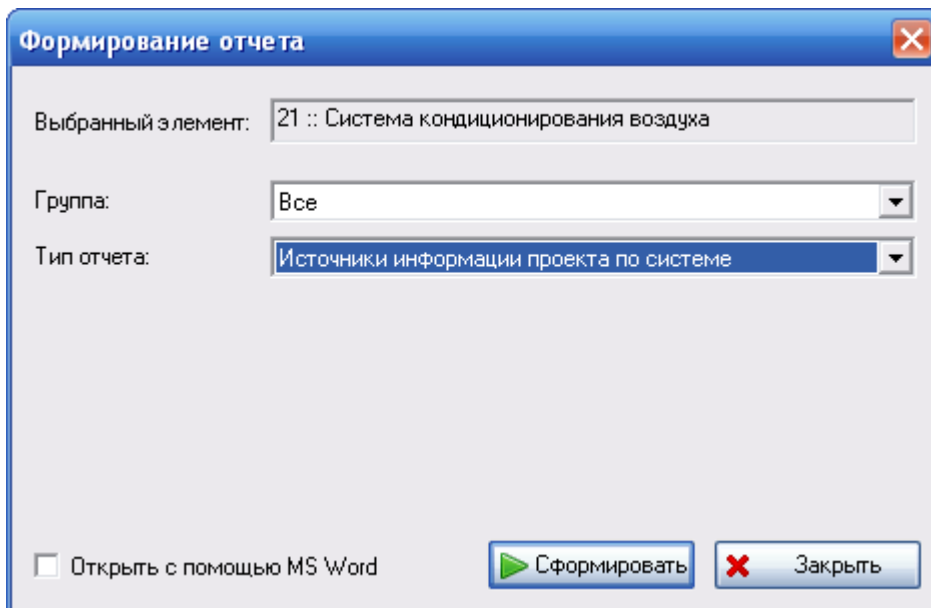

Рис. 20-8
2. В появившемся окне **Формирование отчета** в поле **Группа** выберите группу отчетов «Все». При этом поле **Тип отчета** по умолчанию заполнится значением «Источники информации проекта по системе» (рис. 20-8).